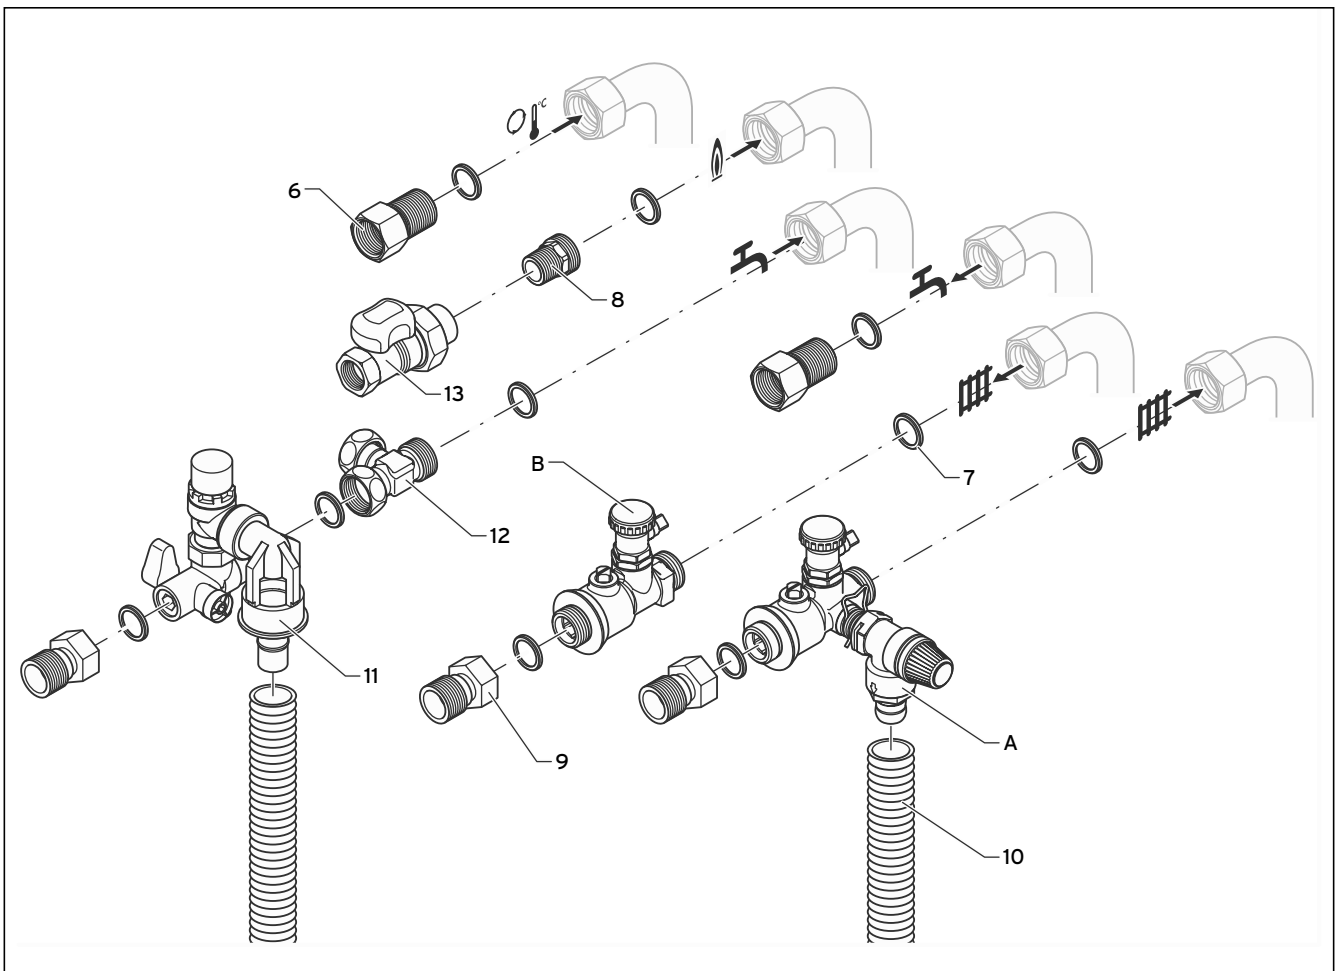

Abb. 4.6 Übersicht Geräteanschlüsse
- Lösen Sie die Tülle am Gashahn (13) und hanfen Sie das R1/2-Gewinde des Anschluss-Stücks Gas (8) in die Tülle des Gashahns ein.
- Montieren Sie den Gashahn am Geräteanschluss. Siehe Abb. 4.6.
- Führen Sie die hausseitige Leitung für die Gasanbindung an den Gashahn (13) heran und hanfen Sie die Leitung ein.
- Montieren Sie den Wartungshahn (B) an den Geräteanschluss. Siehe Abb. 4.6.
- Schrauben Sie das Anschluss-Stück (9, siehe Abb. 4.6) an den Wartungshahn (B).
- Führen Sie die hausseitige Leitung für den Heizkreisvorlauf an das Anschluss-Stück (9) heran und hanfen Sie die Leitung ein.
- Montieren Sie den Wartungshahn (A) an den Geräteanschluss. Siehe Abb. 4.6.
- Schrauben Sie das Anschluss-Stück (9, siehe Abb. 4.6) an den Wartungshahn (A).
- Führen Sie die hausseitige Leitung für den Heizkreisrücklauf an das Anschluss-Stück (9) heran und hanfen Sie die Leitung ein.
- Stellen Sie mit dem Ablaufschlauch (10, siehe Abb. 4.6) die Verbindung zwischen dem Sicherheitsventil (3, siehe Abb. 4.1) und dem Ablauftrichter (14, siehe Abb. 4.1) her.
- Montieren Sie die Sicherheitsgruppe (11) am Geräteanschluss. Siehe Abb. 4.6.
- Montieren Sie den Ablaufschlauch (10, siehe Abb. 4.6) an die Sicherheitsgruppe (11).
- Montieren Sie das Anschluss-Stück (9, siehe Abb. 4.6) an die Sicherheitsgruppe (11).
- Führen Sie die hausseitige Leitung für Trinkwasser an das Anschluss-Stück (9) heran und hanfen Sie die Leitung ein.
- Stellen Sie mit dem Ablaufschlauch (10) die Verbindung zwischen dem Sicherheitsventil (24) und dem Ablauftrichter (14) her.
- Montieren Sie das T-Stück (12) flachdichtend am Geräteanschluss. Siehe Abb. 4.6.
- Montieren Sie die Sicherheitsgruppe (11) flachdichtend am T-Stück (12).
- Montieren Sie das Anschluss-Stück (9) flachdichtend an die Sicherheitsgruppe (11).
- Montieren Sie den Ablaufschlauch (10, siehe Abb. 4.6) an den Sicherheitsgruppe (11).
- Verbinden Sie den seitlichen Anschluss des T-Stücks (12) mit dem Trinkwasserausdehnungsgefäß.
- Montieren Sie das Anschluss-Stück (6) flachdichtend an den Geräteanschluss Trinkwasser (warm). Siehe Abb. 4.6.
- Führen Sie die hausseitige Leitung für Trinkwasser an das Anschluss-Stück (6) heran und hanfen Sie die Leitung ein.